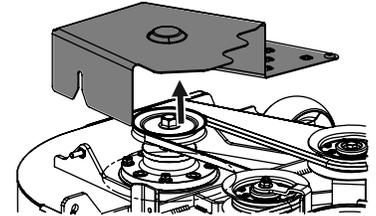

Figura 47
3. Extraiga las cubiertas de la correa de la plataforma. Consulte la Figura 47.